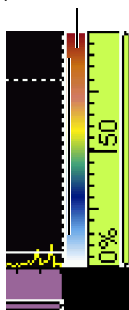

Рис. 6-16 Палитра справа от экрана А-скан
1. Щелкните и удерживайте указатель на цветовой палитре амплитуды (см. Рис. 6-16 на стр. 187), затем выберите **Загруз.**
Цветовая палитра отображается справа от экрана А-скан (см. Рис. 6-16 на стр. 187).